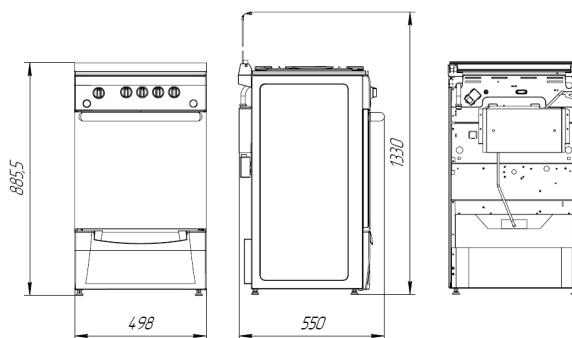

Рис. 1
3.1.4. Габаритные и присоединительные размеры плиты (рис.1)